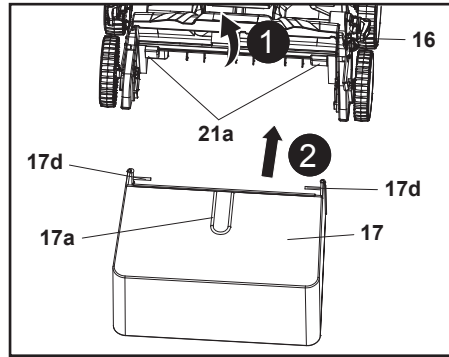

Fig. 6
4. Deschidere apărătoarea deflectoare (16) și ține-o în poziție (Fig. 6, pasul 1).
5. Ține colectorul de iarbă (17) de mânerul de transport (17a).
6. Aliniaza cele două cârlige (17d) cu suporturile (21a) și prinde colectorul de iarbă (17) (Fig. 6, pasul 2) pe acestea.
7. După aceea, eliberează cu grijă apărătoarea deflectoare (16).